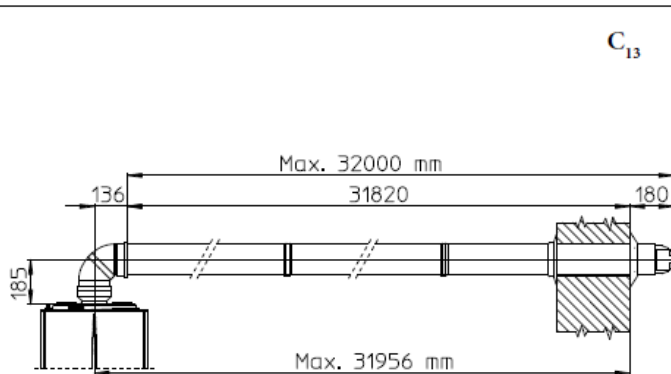

Fig. 1-19
- Prelungitoare pentru kit-ul orizontal cu \varnothing 80/125 (Fig. 1-19). Cu ajutorul acestei configurații, kit-ul orizontal poate fi prelungit până la o lungime max. de 32 m orizontal, inclusiv terminalul cu grilaj; este exclus cotul concentric aflat la ieșirea din centrală. În cazul în care sunt prezente componente suplimentare, trebuie să scădeți lungimea echivalentă din lungimea maximă admisă. În acest caz trebuie să solicitați prelungitoarele adecvate.